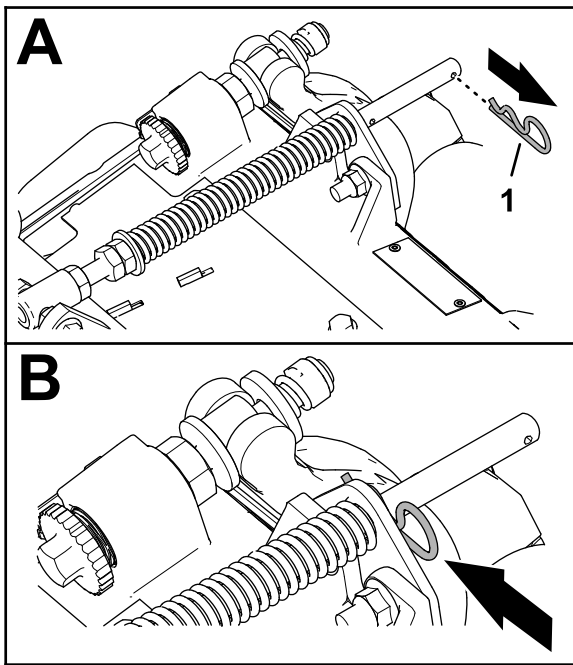

Bild 17
1. Wenn der Splint im hinteren Loch der Kompensierungsfederstange installiert ist, entfernen Sie den Splint und setzen Sie ihn in das Loch neben der Halterung ein (Bild 17).